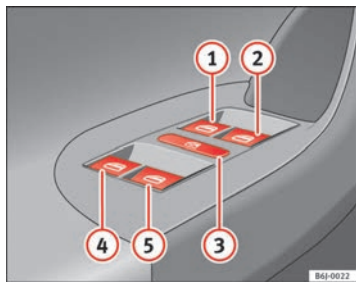

Abb. 49 Ausschnitt aus der Fahrertür: Schalter für die Fenster vorne und hinten
Die Tasten ⇒ Seite 90, Abb. 49 ①, ②, ④ und ⑤ weisen zwei Stufen zum Öffnen und zwei zum Schließen des Fensters auf.